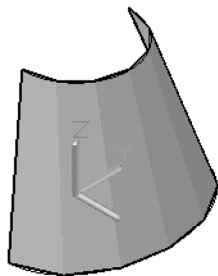

图 9-29 “概念”显示效果
- 3) 在功能区中切换至“可视化”选项卡，从“视觉样式”面板的“视觉样式”下拉列表框中选择“概念”选项，则直纹网格显示如图 9-29 所示。